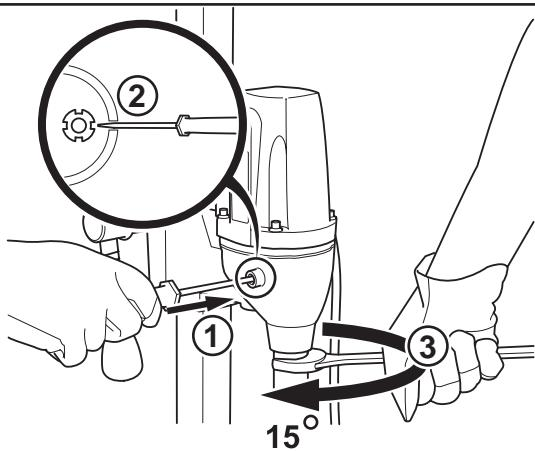

Рис.12
5. Закрепите коронку с помощью гаечного ключа (рис. 12). Перед запуском машины убедитесь, что новая коронка закреплена хорошо.